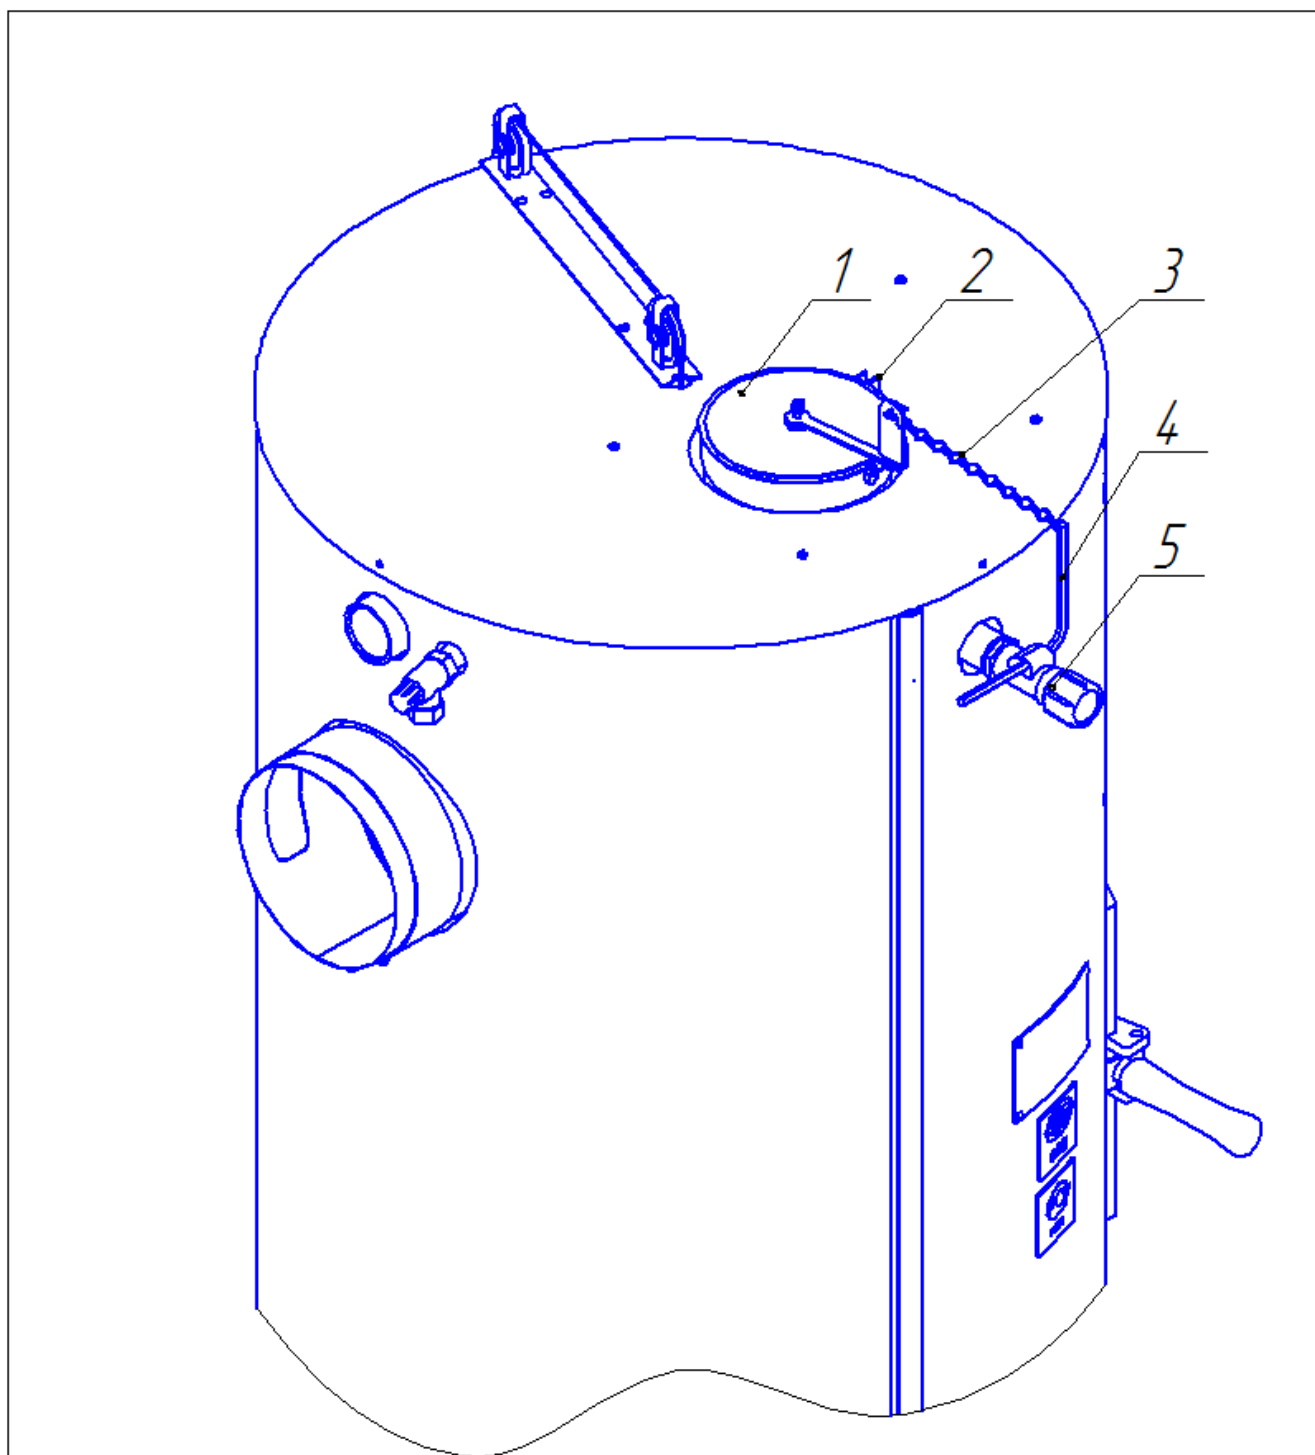
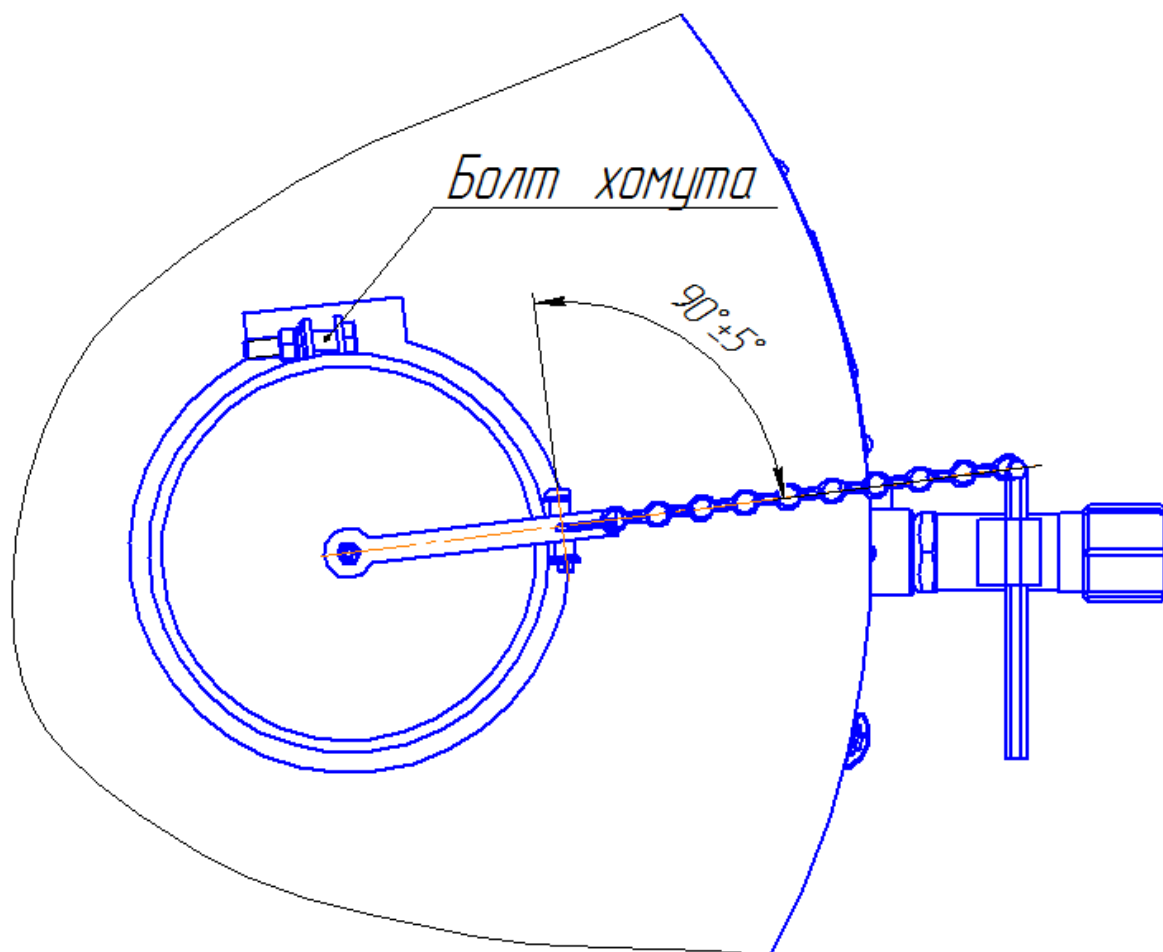
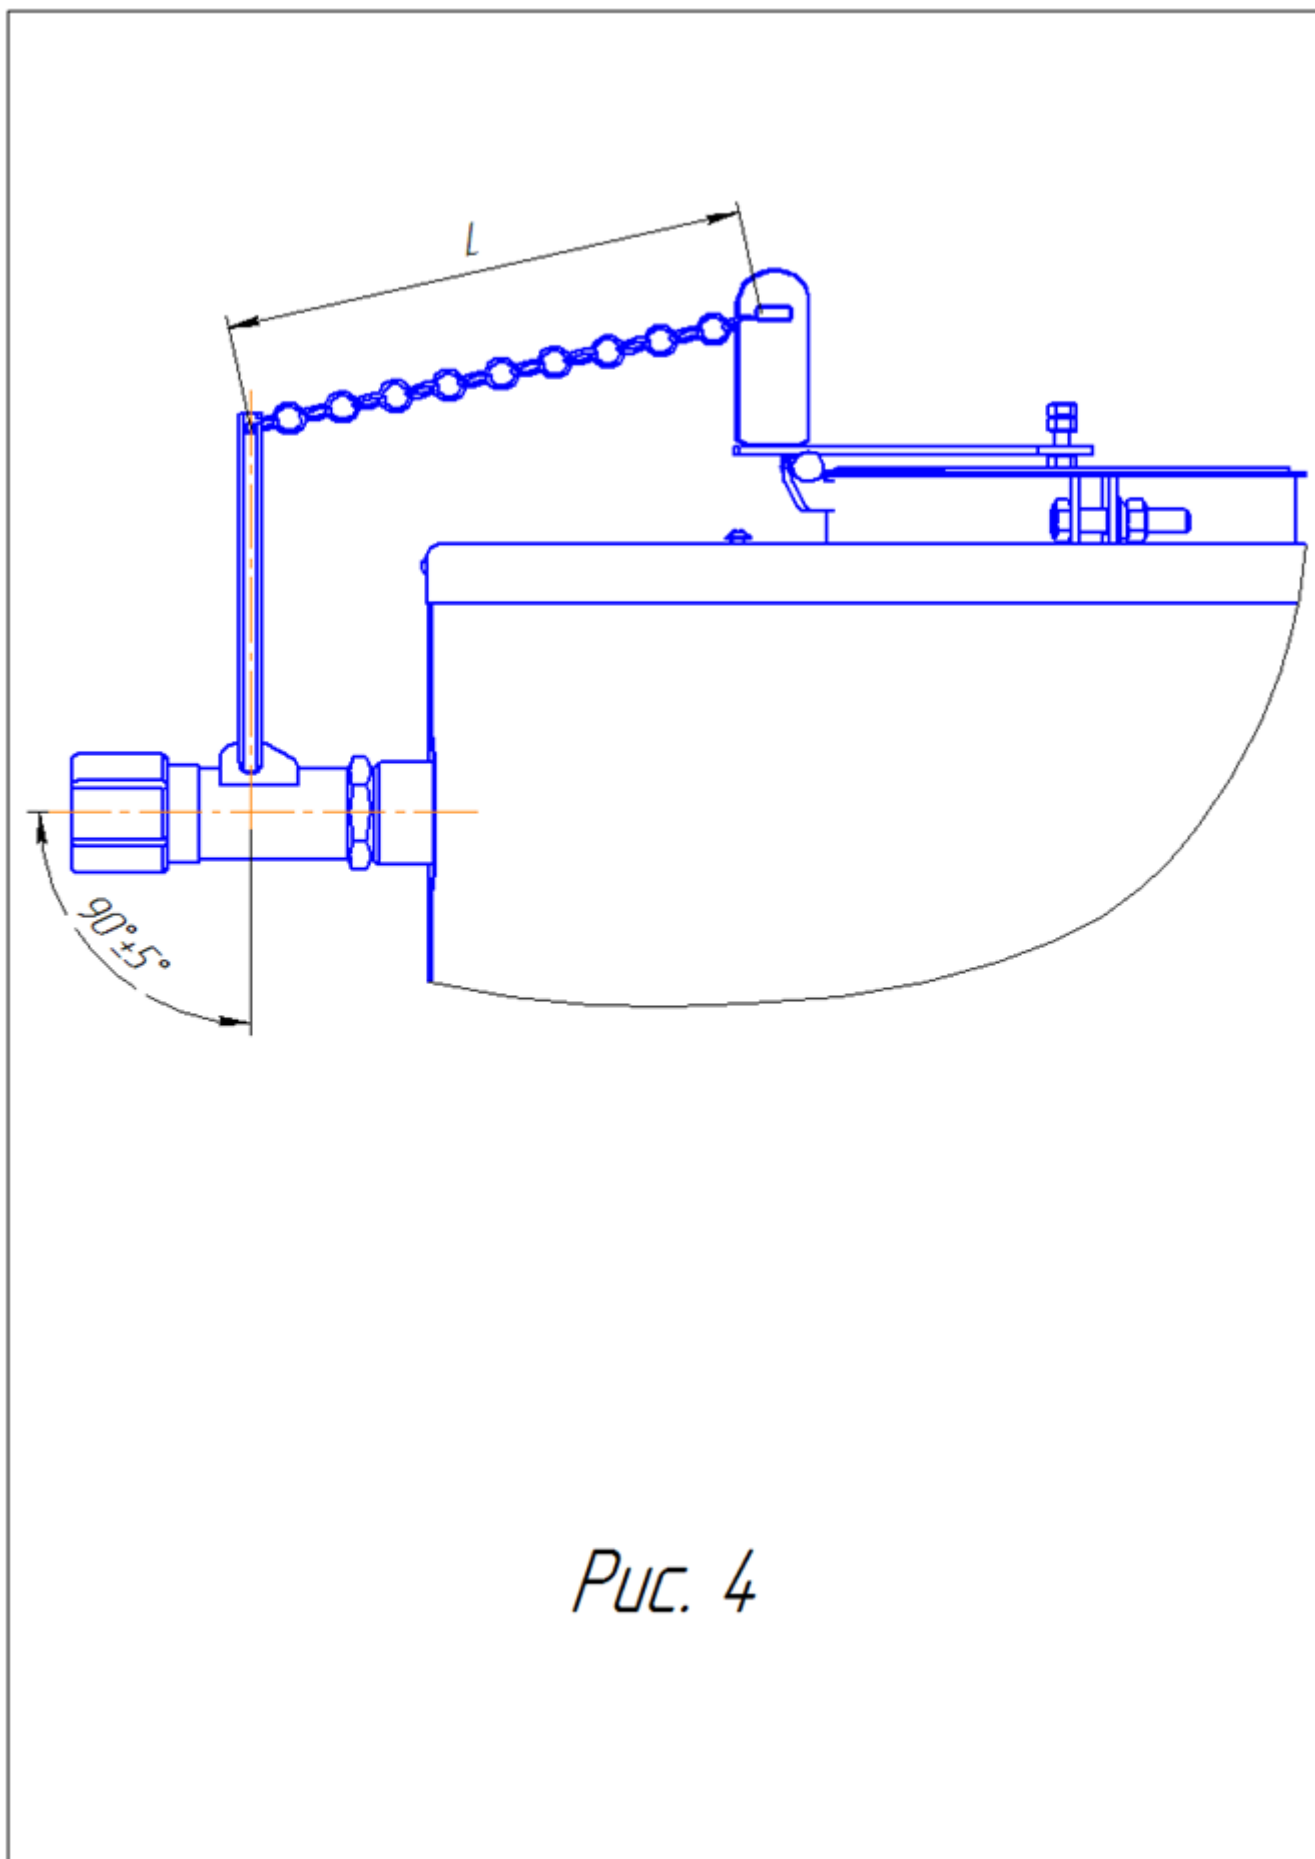

Рис. 1
Рис. 3
Рис. 4
4.4.4 Дымовой канал от котла до дымовой трубы должен быть не длиннее 1,5 м и не короче 0,2 м, надёжно герметизирован в местах соединения и весь изолирован теплоизоляционным материалом и иметь окно для чистки, герметично закрывающееся крышкой. (рис. 1)
1. Заслонку 1 (Рис .1) установить таким образом, чтобы верхний торец хомута 2 находился ниже торца патрубка на 1...2мм (Рис.2) а цепочка 3 (Рис. 1) была расположена перпендикулярно оси заслонки (Рис. 3). Для этого нужно ослабить болт хомута (Рис.3), отрегулировать положение хомута , как описано выше, затянуть болт.
4. Установить желаемую температуру по шкале терморегулятора 5 (Рис. 1)
5. При достижении установленной температуры отрегулировать длину цепочки L (Рис.4) таким образом, чтобы заслонка 1 полностью закрывала патрубок а рычаг терморегулятора 4 (Рис. 1) находился в вертикальном положении, при этом допускается провисание цепочки примерно на 1..2 мм.